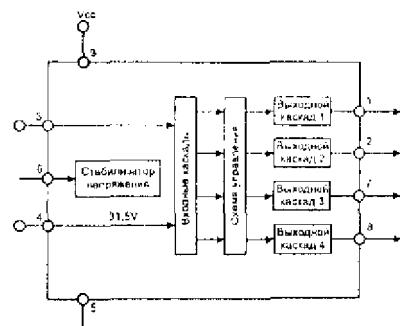

Рис. 2.12. Структурная схема микросхемы AN5171
Как видно из структурной схемы микросхемы AN5071, приведенной на рис. 2.12, в ней, помимо схемы управления и четырех выходных управляемых каскадов (один из них не используется), имеется стабилизатор напряжения 31.5 В, используемый для настройки тюнера (BT).